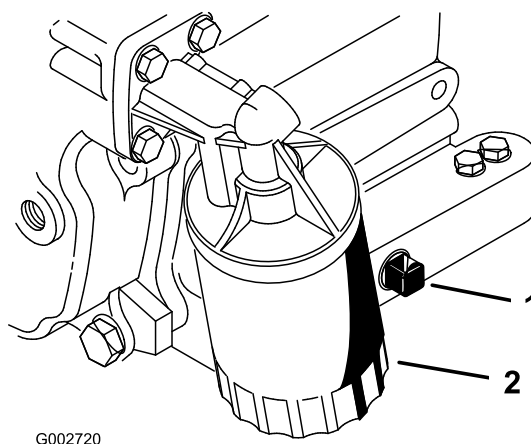

Figura 26
2. Togliete il tappo di spurgo (Figura 26) e lasciate defluire l'olio in una bacinella. Quando l'olio cessa di defluire, rimontate il tappo.
3. Togliete il filtro dell'olio (Figura 26). Spalmate un velo di olio pulito sulla guarnizione di tenuta del nuovo filtro.